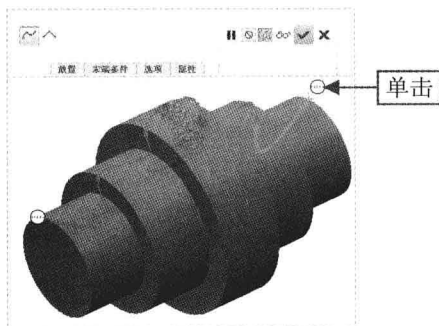

图 4-34 单击鼠标左键
Step 03 弹出“曲线：通过点”选项卡，在绘图区相应的点上依次单击鼠标左键，如图4-34所示。